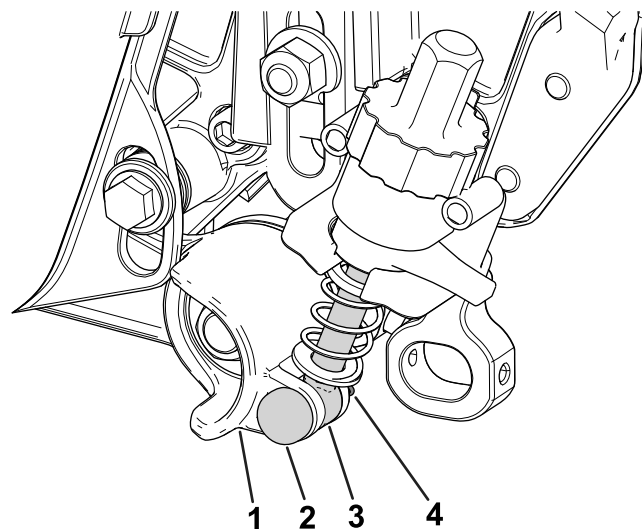

Figure 13
4. Placez la tige du bras de réglage près du manchon de réglage du galet de tension, et fixez-la en place avec une goupille de réglage et une goupille fendue (Figure 13).